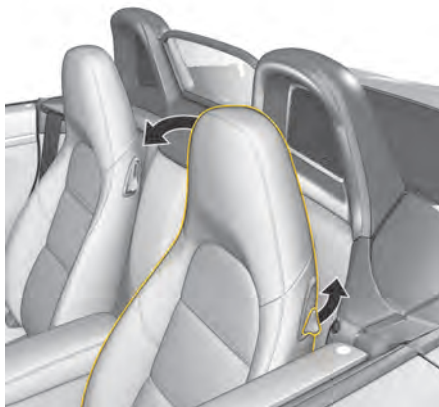

Fig 212 : Rabattement du dossier
- ▶ Tirez vers le haut le levier situé dans la partie latérale du dossier (Fig. 212) et basculez le dossier vers l'avant.